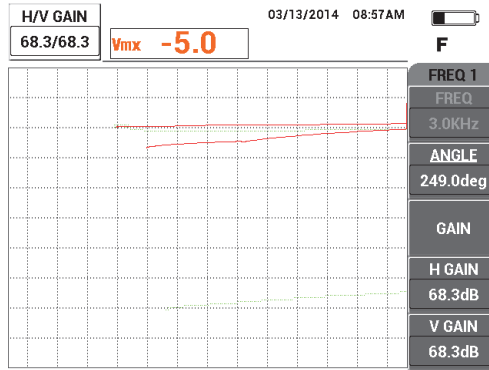

Figura 5-104 Ajuste de ganho para frequência 1
- Pressione a tecla GAIN (dB) e, em seguida, aumente o ganho da frequência 1 até o sinal da frequência 1 na posição 2 atingir 20% da altura da tela (veja Figura 5-104 na página 205).